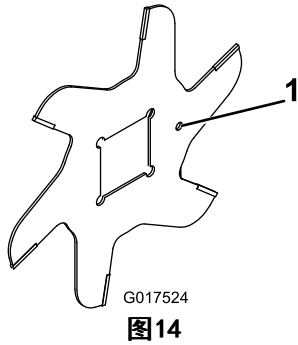

图14
1. 组装刀片（图14）。
4. 顺时针安装下一个刀片，以使其定位参考孔（图14）不与靠近轴的一个平面的第一个刀片孔对齐。